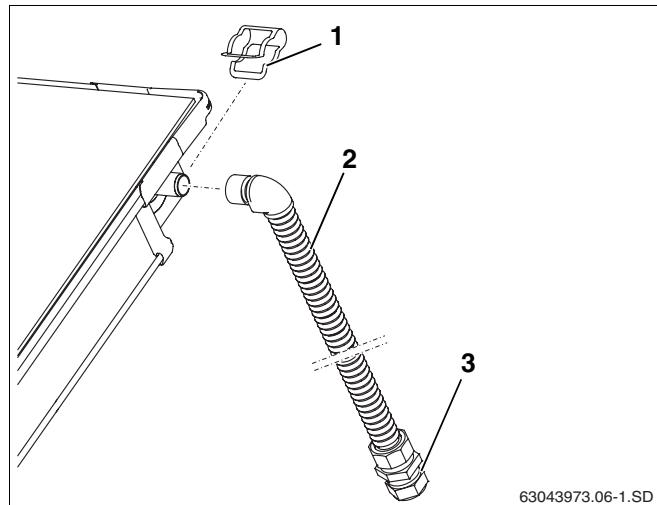

Рис. 34 Монтаж подающей линии (без воздушного клапана на крыше)
- Надеть соединительную трубу (1000 мм, рис. 34, **поз. 2**) на штуцер подающей линии коллектора и зафиксировать зажимом (рис. 34, **поз. 1**).
- Подключить сборную линию к резьбовому соединению с зажимным кольцом (рис. 34, **поз. 3**).